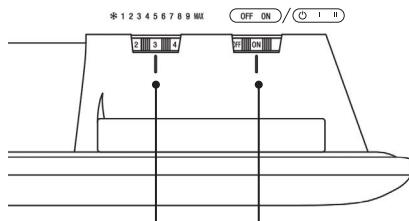
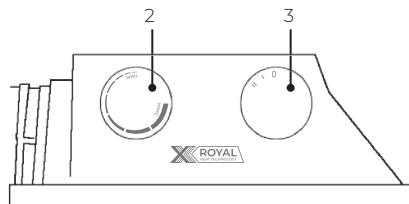

Рис. 7
Рис. 8
- Поверните регулятор (3) для включения прибора (в положение I или on в зависимости от модели). Для модели SORENTO Econo — рис. 7, для модели Sorento Meccanico, SORENTO Plinth — рис. 8.
- Поверните регулятор (3) для выбора желаемой мощности обогрева помещения* (I и II).
- Поверните ручку терmostата (2) для выбора температуры нагрева (можно выбрать температуру от 5 до 35 градусов).